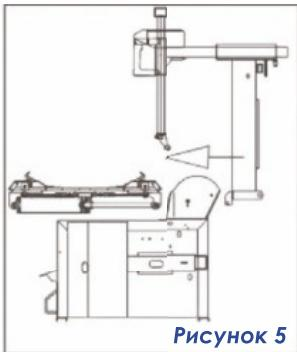

Рисунок 5
- Установите демонтажную колонну на корпус стендса, как показано на Рис. 5.